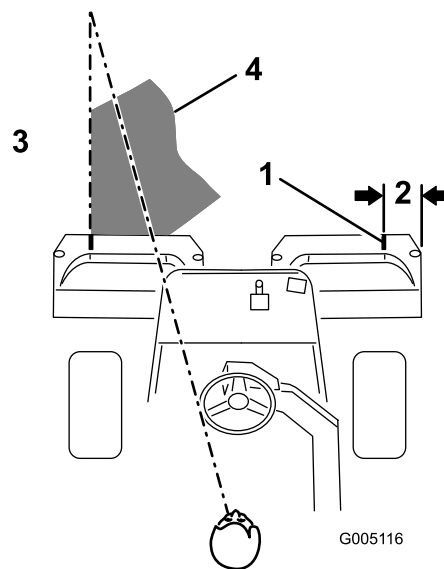

Figura 23
**Nota:** Para ayudar a mantener una línea recta a través del green y mantener la máquina a la misma distancia de la pasada anterior, establezca una línea imaginaria desde un punto situado a 1,8–3 m aproximadamente por delante de la máquina, hasta el borde de la parte no segada del green (Figura 23). Puede ser útil incluir el borde exterior del volante como parte de la línea imaginaria, es decir, mantener el borde del volante alineado con un punto que se mantiene siempre a la misma distancia de la parte delantera de la máquina.